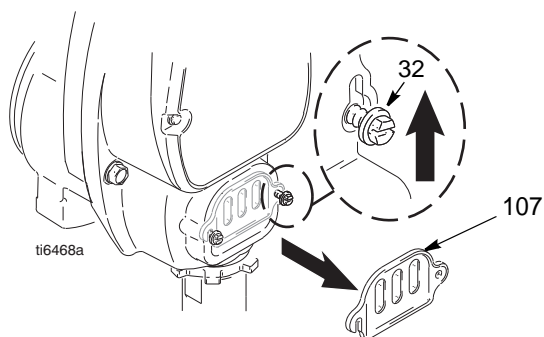

FIG. 15
4. FIG. 15. Løsn de to skruer (32), og afmonter pumpestangens dæksel (107).